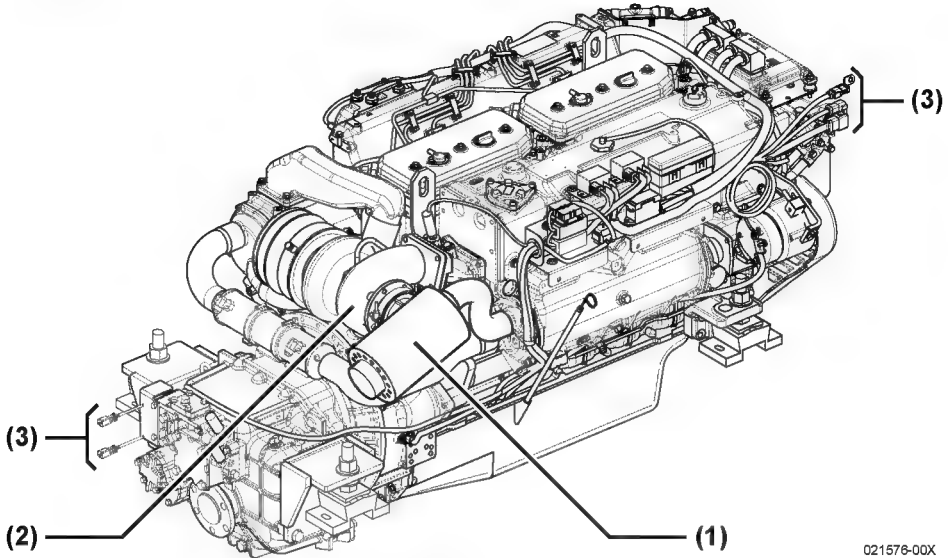

Figure 19
La coude mécanique (**Figure 19, (1)**) est attachée au turbocompresseur (**Figure 19, (2)**). Le gaz d'échappement est mélangé à l'eau de mer dans la coude mécanique.
Demandez à votre concessionnaire ou distributeur de Yanmar Marine autorisé de vérifier les connecteurs de câblage (Figure 19, (3)).